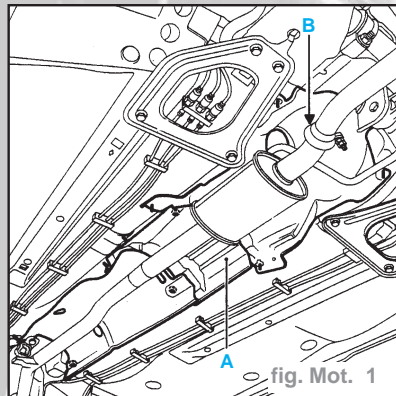

fig. Mot. 1
- l'écran thermique (A) ainsi que la commande de boîte de vitesses (fig. Mot. 1)
- le collier d'échappement (B) entre le pot catalytique et le pot de détente